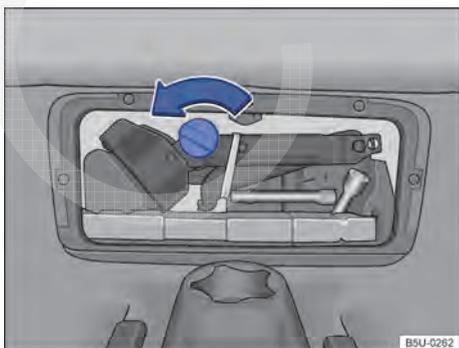

Fig. 191 Manipulo de fixação da caixa de ferramentas de bordo.
- Girar o manipulador no sentido anti-horário → Fig. 191 para destravar o macaco e a caixa das ferramentas de bordo.